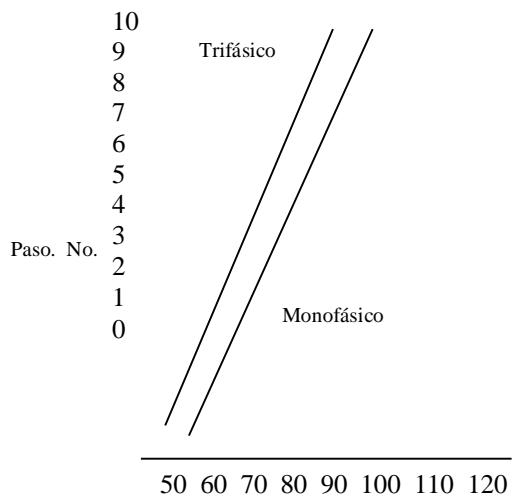

Fig. 3- 8 Tabla de calibración para el chasis de prueba del kVp. (Región C)
- La tabla puede tener dos gráficos, uno para una unidad monofásica y otra para una unidad trifásica (ver fig. 3- 8)